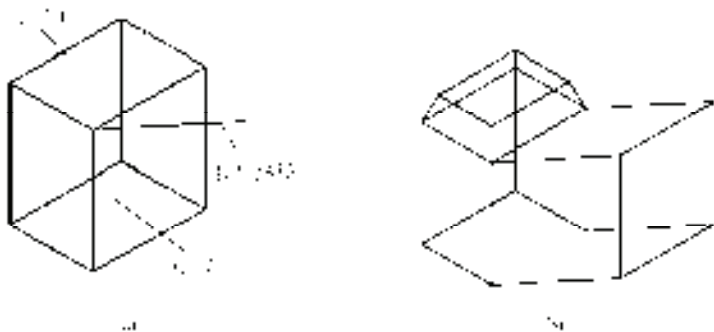

图 11-79 拉伸长方体
- 2) 路径 (P): 沿指定的路径曲线拉伸面。图 11-79 所示为拉伸长方体顶面和侧面的结果。